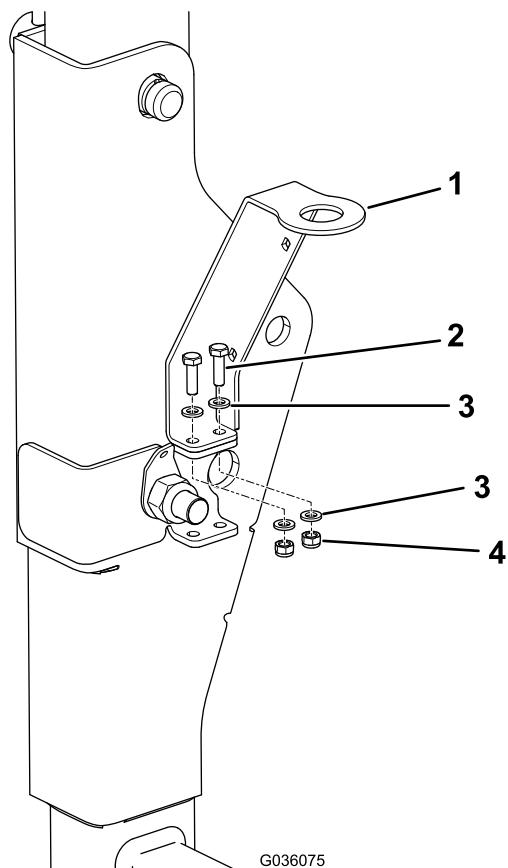

图9
5. 将警示灯支架中的小孔与 ROPS 支架上方的孔对齐 图9 并用 2 个小螺栓、4 个小垫圈和 2 个锁紧螺母固定支架。